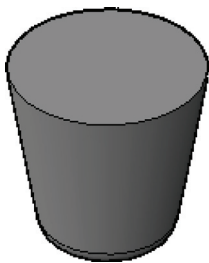

图 9-83 文件中已存在的实体
1) 打开随书光盘“CH9”文件夹中的“BD_抽壳.dwg”文件。该文件中存在的实体模型如图 9-83 所示。